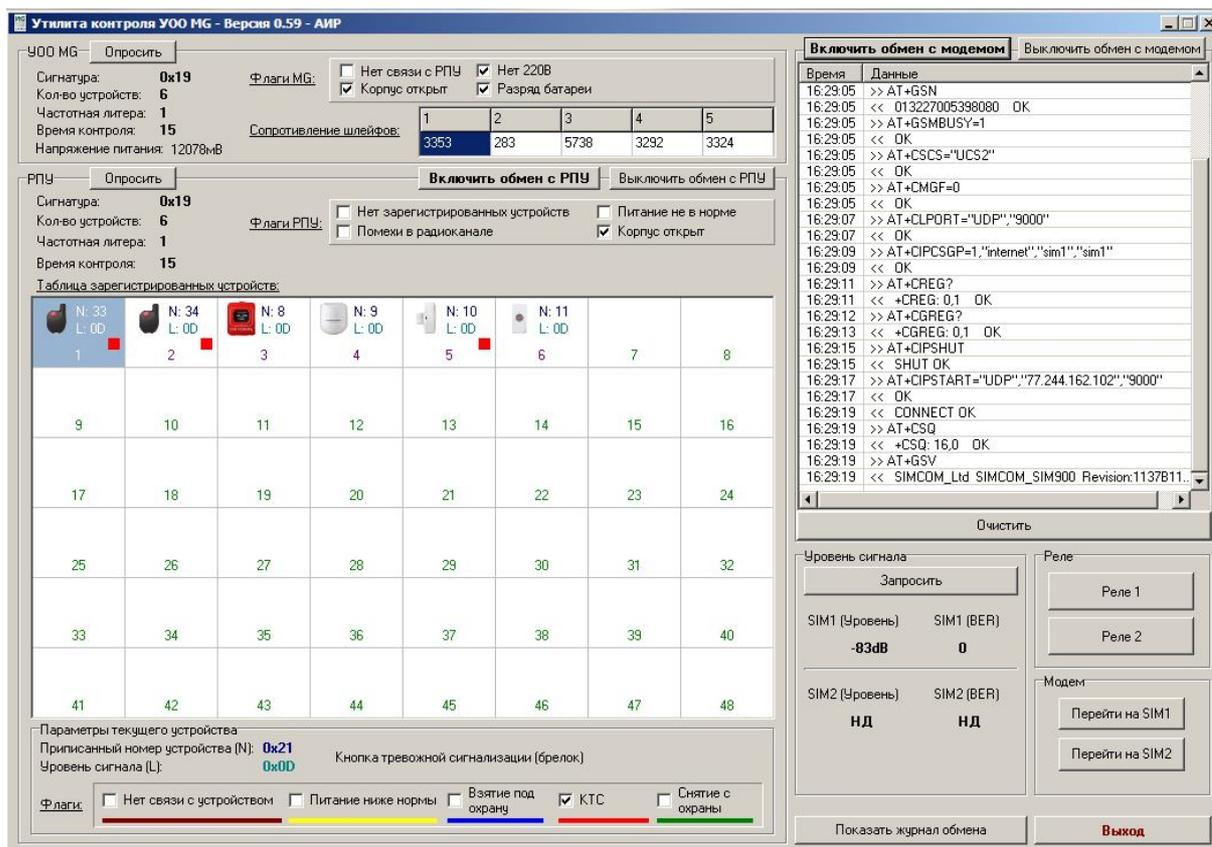

Рисунок 5. Окно утилиты контроля “Control_MG.exe”.
10.3 Запустить утилиту “Control_UMG.exe” (Рисунок 5) и запросить доступные для отображения параметры.